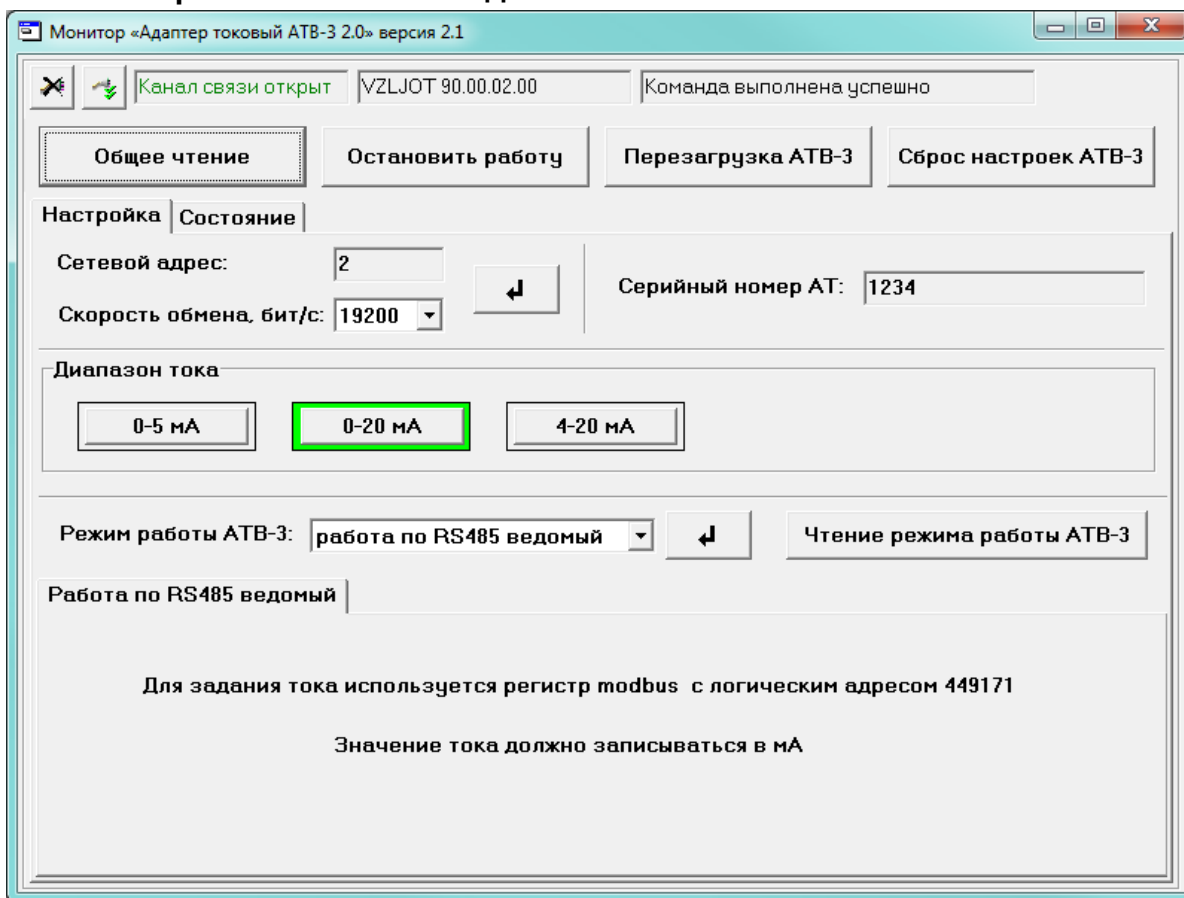

Рис.8. Вкладка режима работы по RS-485 «ведомый»
2.4.5. На рис.8 приведен пример настройки работы адаптера в режиме непосредственного ввода данных по интерфейсу RS-485 (режим «**работа по RS485 ведомый**»).